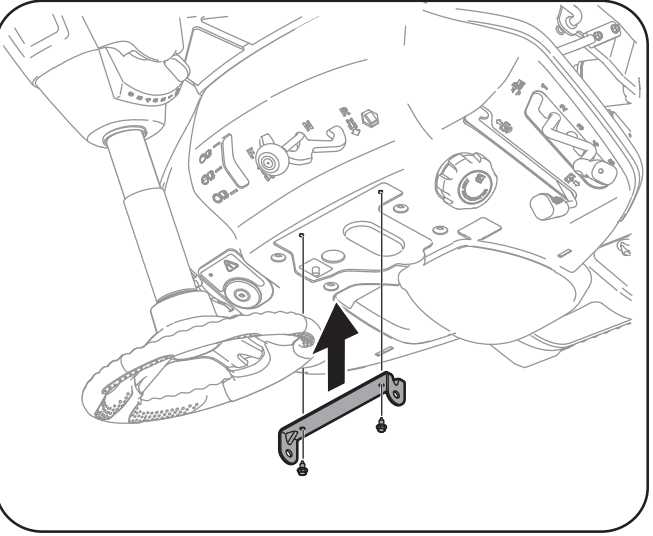

Figure 3-6
3. Positionnez le siège au-dessus des trous. Voir la Figure 3-6.